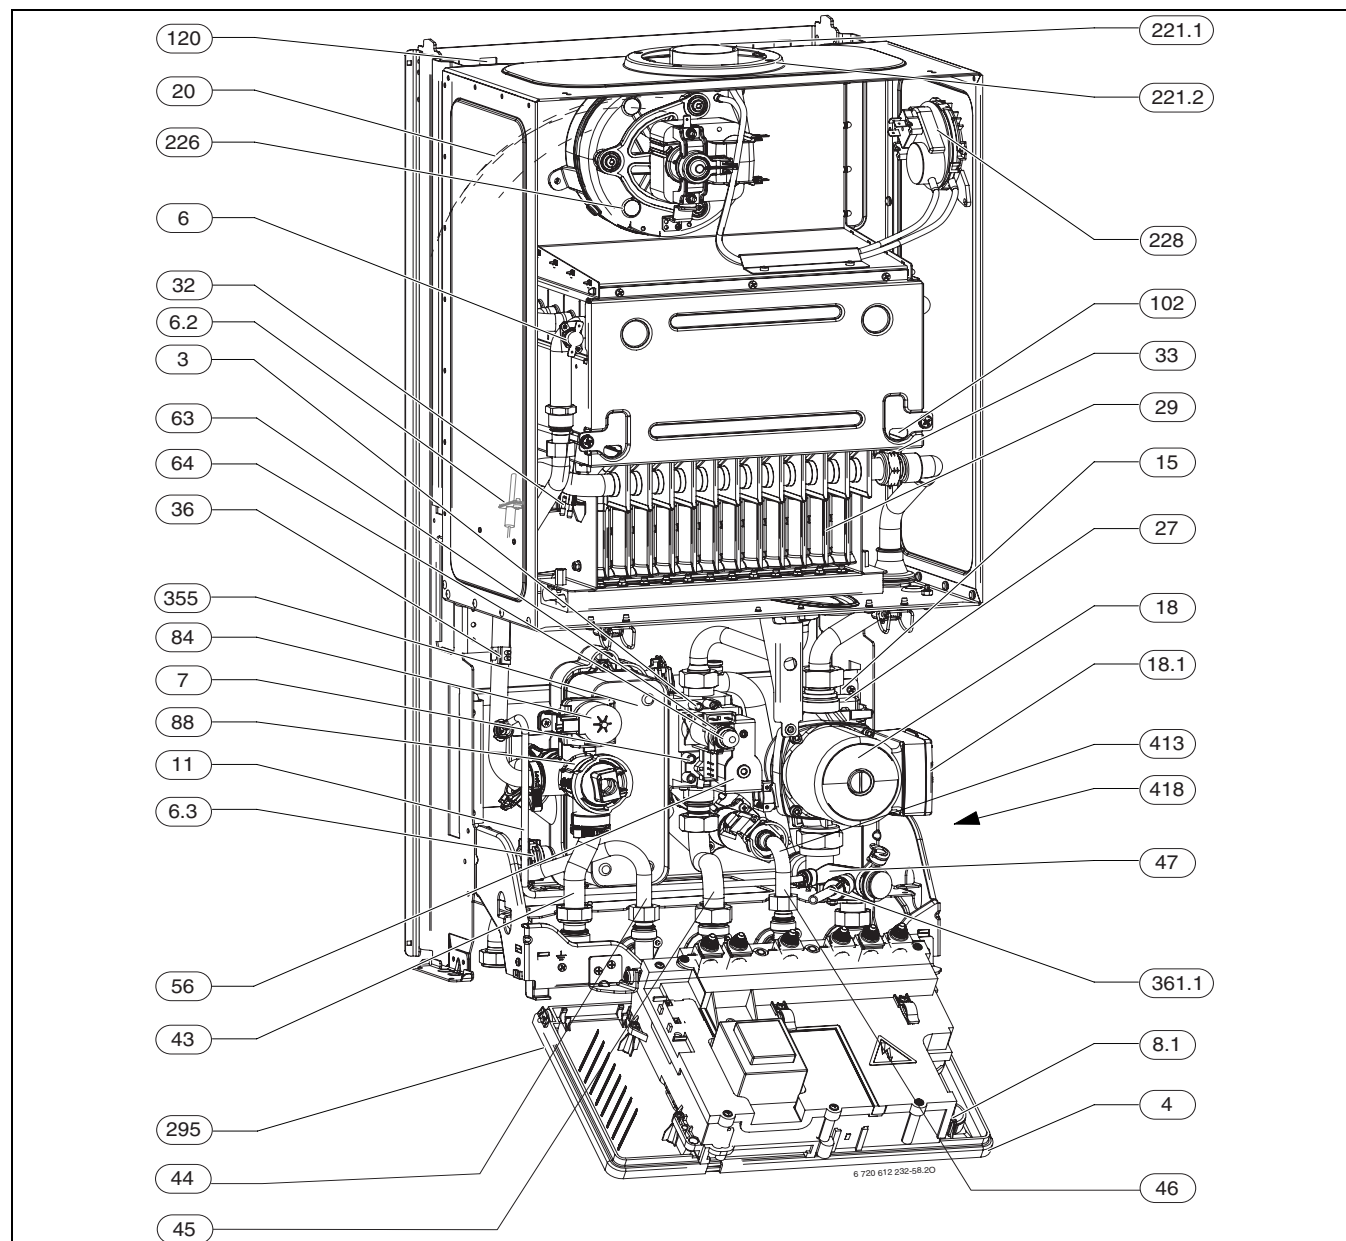

Bild 3
Das Typenschild (418) befindet sich rechts unten an der Traverse (→ Abb. 3).